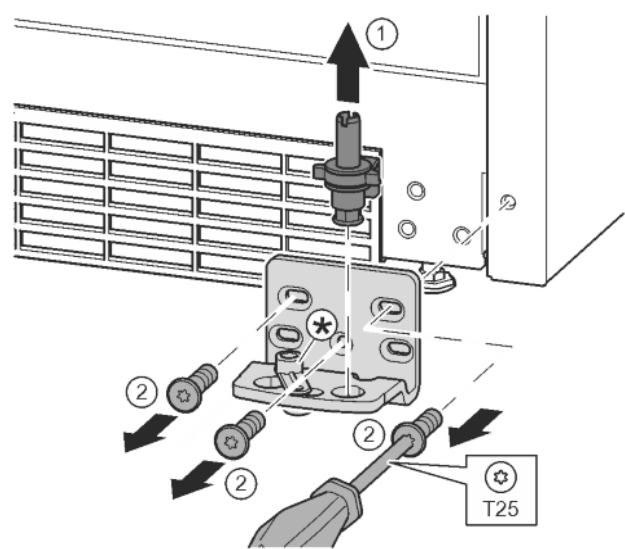

Fig. 12
- ▶ Estrarre il perno di supporto completo verso l'alto. Fig. 12 (1)
- ▶ Con il cacciavite T25 svitare le viti e asportare il blocco di supporto Fig. 12 (2)